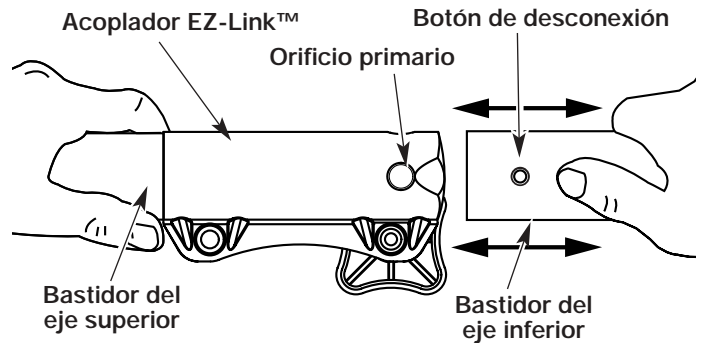

Figure 24
2. Mientras sostiene el accesorio con firmeza, empújelo en línea recta en el acoplador EZ-Link™ (Fig. 24).